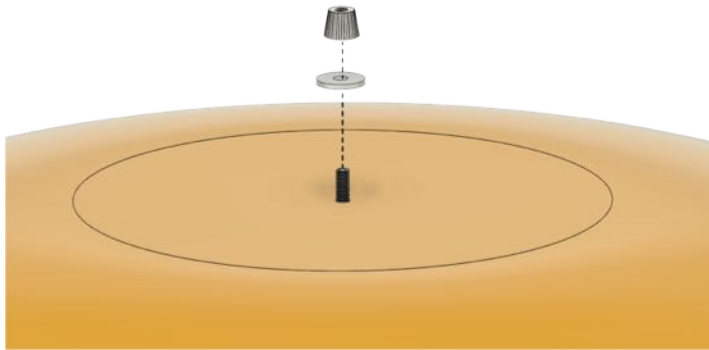

Abb. 9
6. Retire la tuerca con la arandela de la parte superior de la manga (Fig. 9).